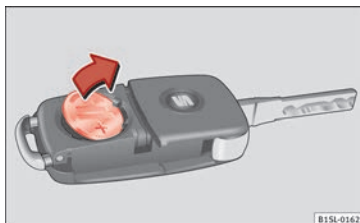

Abb. 127 Fahrzeugschlüssel: Batterie herausnehmen.
- Batterie mit einem geeigneten dünnen Gegenstand aus dem Batteriefach heraushebeln » **Abb. 127**.
- Neue Batterie wie gezeigt ansetzen » **Abb. 127** und entgegen der Pfeilrichtung in das Batteriefach drücken » ❶.